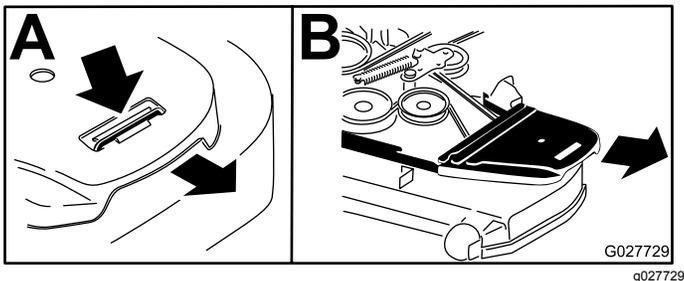

Figura 87
4. Retire las cubiertas de la correa (Figura 87).